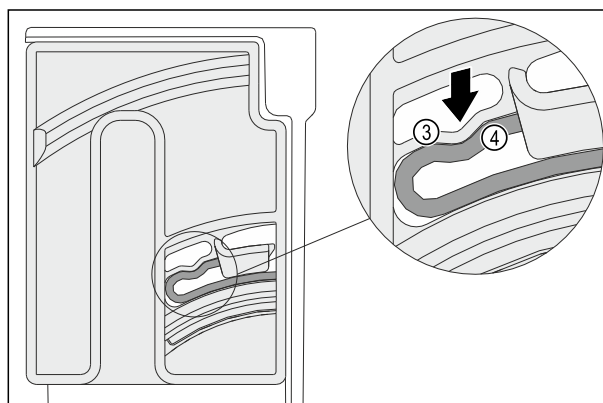

Fig. 117
- Vous entendrez l'élément élastique Fig. 117 (3) de l'unité de rotation s'enclencher dans la forme ronde de la nervure Fig. 117 (4).